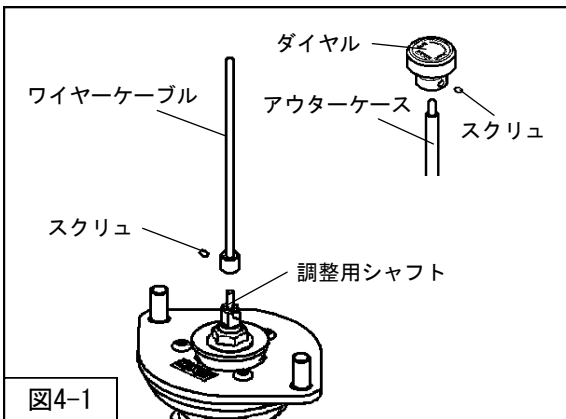

図4-1
六角レンチ（1.5mm・同梱品）を使用して、スクリュをゆるめて取外してください。（図4-1）
2. リアサスペンションASSY先端の調整用シャフトにワイヤークーブルを取付けてください。（図4-1）